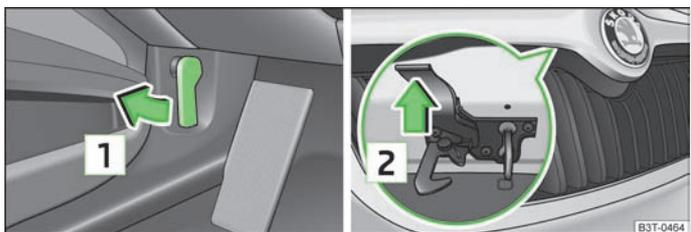

Fig. 159 Alavanca de desbloqueio do capot / grelha do radiador: alavanca de desbloqueio
- Puxe a alavanca de desbloqueio por baixo do painel de bordo » Fig. 159.
- Pressione a alavanca de desbloqueio, no sentido da seta » Fig. 159, o capot é desbloqueado.